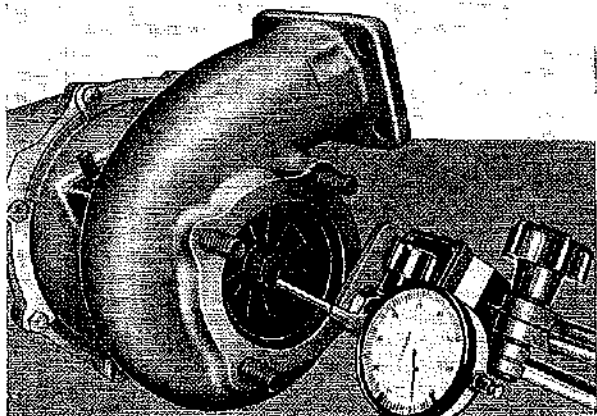

Fig. 126
- Azzerare un comparatore sulla turbina (Fig. 126) e misurare l'escursione assiale del rotore.